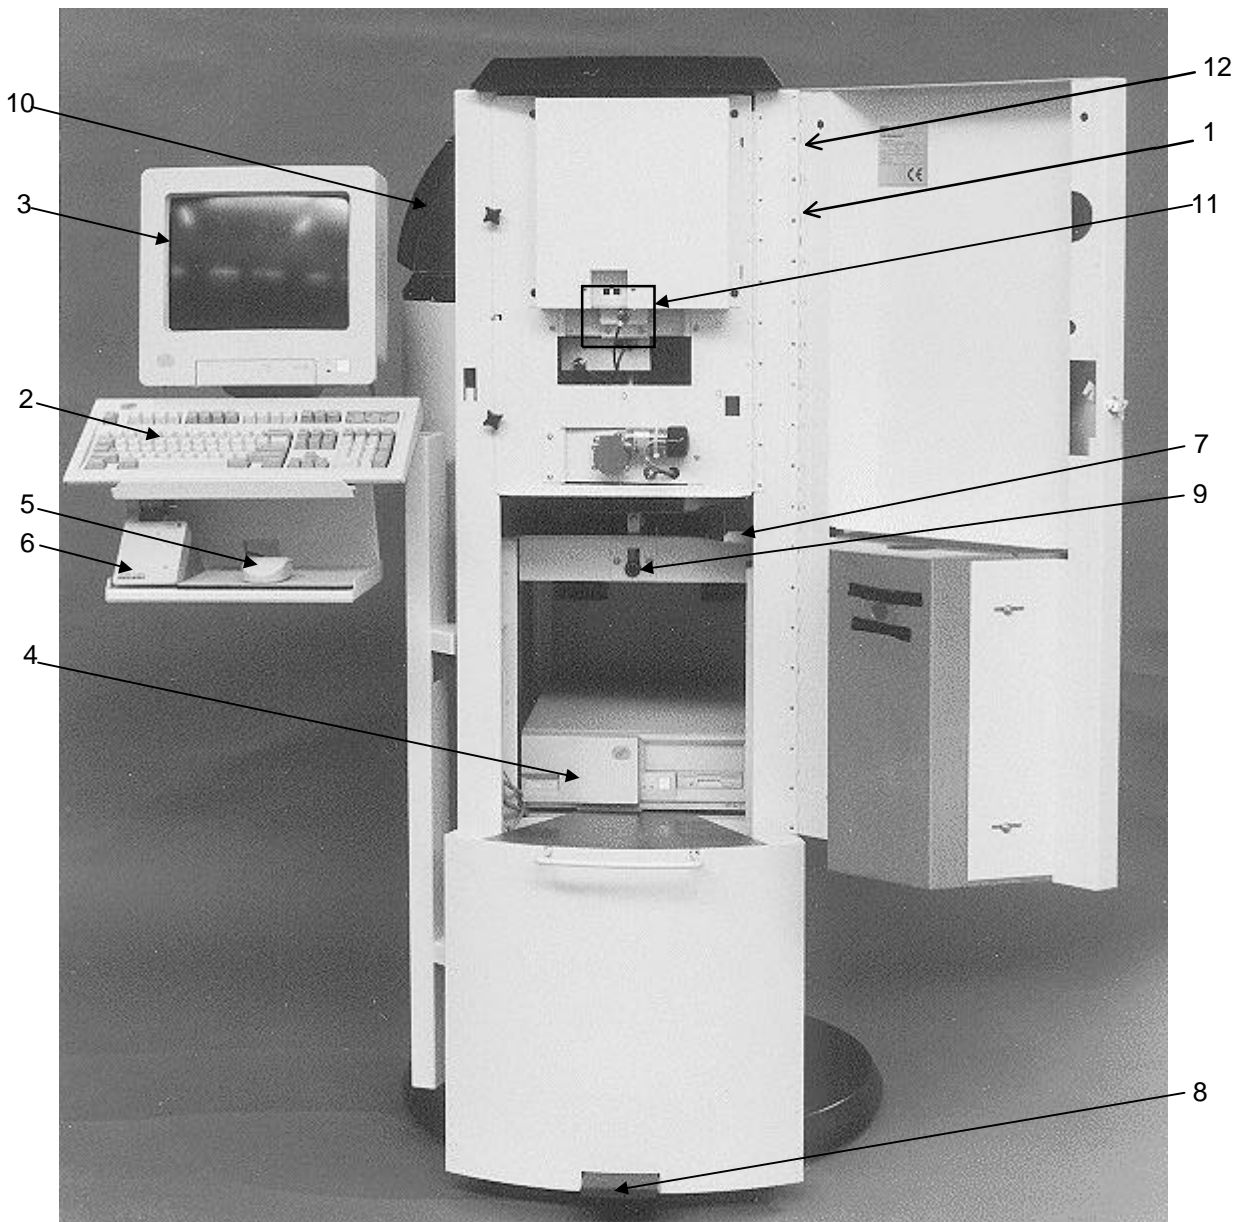

Abbildung 10
Siehe: Abbildung 10 (mit gepunkteten Linien angedeutete Elemente befinden sich innen).
1. Setzen Sie den **roten** Hauptschalter (Siehe: Abbildung 10, Nr. 1) in Position . *Wir empfehlen Ihnen, diesen Schalter Tag und Nacht eingeschaltet zu lassen. Dies ist für das automatische Rührsystem nötig. Außerdem wird dadurch die Abnutzung der Maschine und des Computersystems vermindert.*
Setzen Sie dann auch den **grünen** Schalter (Siehe: Abbildung 10, Nr. 12) in Position . Hierdurch wird der Computer eingeschaltet. Am Ende des Tages können Sie den Computer ausschalten.